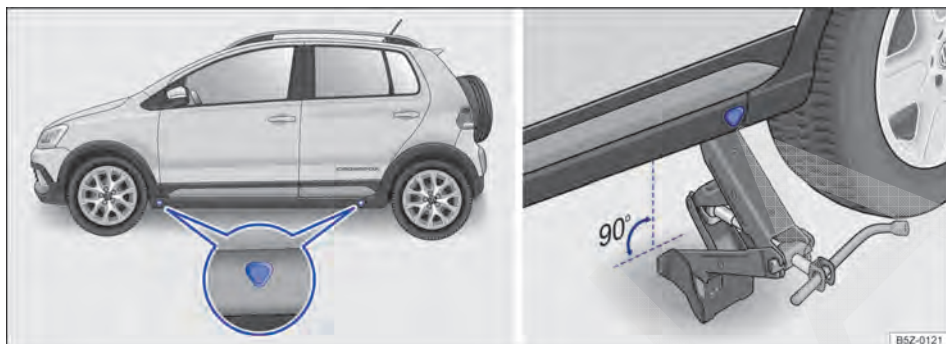

Fig. 147 Pontos de apoio do macaco e macaco posicionado no lado esquerdo traseiro do veículo.
A figura → **Fig. 147** ilustra, como exemplo, os pontos de apoio do macaco.
O macaco somente pode ser posicionado nos pontos de apoio indicados (marcação na carroceria) → **Fig. 147**. É válido o ponto de apoio localizado próximo à roda correspondente → ⚠.
6. Procurar sob o veículo o ponto de apoio do macaco → **Fig. 147** mais próximo da roda a ser trocada.
7. Inserir a extremidade da chave de roda no olhal do macaco e, segurar a chave de roda pelo lado do encaixe sextavado. Levantar o macaco até onde ainda seja possível colocá-lo sob o ponto de apoio do veículo → **Fig. 147**.
9. Alinhar o macaco e, simultaneamente, levantar a garra do macaco até ela se encaixar na travessa debaixo do veículo → **Fig. 147**.
- Posicionar o macaco somente nos pontos indicados. A garra do macaco deve se encaixar no perfil da longarina de forma segura → Fig. 147.